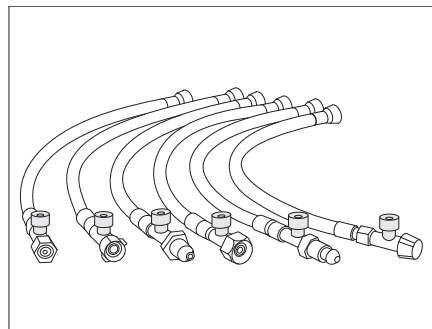

Bild 162 Högtrycksslangar med slangbrottsäkring (landsspecifika varianter)
- Tryck hårt på den gröna knappen på högtrycksslangen (Bild 162).